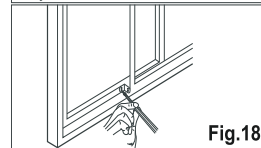

Fig.18
7. Para asegurar el deslizamiento del marco en el lugar, fije la cerradura del marco del ángulo recto con tornillos de 1/2 "(12.7mm) como se muestra en la Fig. 18.